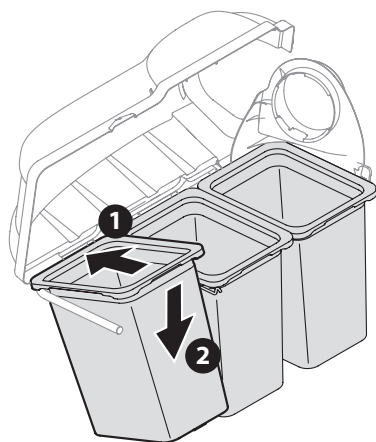

Figure 15
- Installez les sacs à herbe (3) (664-05104) sur leur support en insérant d'abord la partie avant du sac (1), puis la partie arrière jusqu'à ce que chaque sac soit correctement placé sur son support (2). Voir Figure 15.